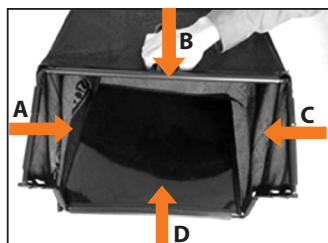

Рис. 8
3. Закрепите резиновые клипсы **A, B, C, D** на каркасе (рис. 8)